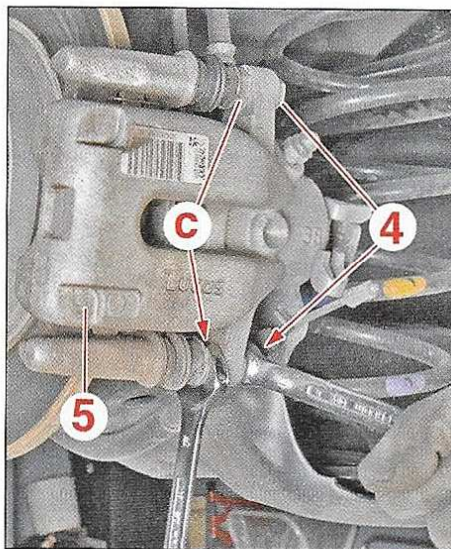

FIG.2
- Déposer les vis (4) en exerçant un contre-couple en (c) (Fig.2).
- Dégager l'étrier (5) de son support.
*Suspendre l'étrier (5) au ressort de suspension à l'aide d'un crochet ou d'une ficelle en prenant soin de pas contraindre le flexible de liquide de frein.*